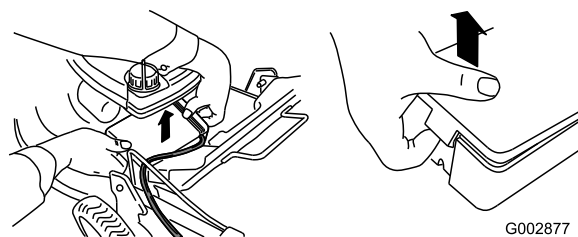

Figura 40
1. Desenganche ambos extremos de la tapa de la batería y retírela (Figura 40).